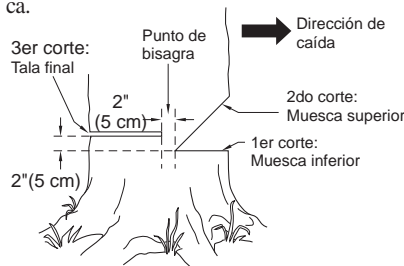

Figura 14 - Tala de un árbol
La preparación correcta de una muesca determinará la dirección en que caerá el árbol. Corte la muesca del lado del árbol correspondiente a la dirección en la cual desea que éste caiga (vea la Figura 14). Siga las instrucciones a continuación para cortar la muesca.
1. Haga el corte inferior de la muesca tan cerca del suelo como sea posible. Sujete la sierra de modo que la barra de guía se encuentre en posición horizontal. Corte a través del tronco del árbol hasta atravesar 1/3 de su diámetro (vea la Figura 14). **Nota:** Haga siempre este corte inferior horizontal en primer lugar. Si la hace en segundo lugar, el árbol puede presionar la cadena o la barra de guía.
Por ejemplo: Si el corte inferior tiene una profundidad de 20 cm, comience el corte superior 20 cm por encima de aquél. Corte en dirección hacia abajo y a un ángulo de 45°. El corte superior de la muesca debe llegar y unirse al punto final del corte inferior (vea la Figura 14).
- Haga el corte de tala final 5 cm por encima del corte inferior de la muesca y sobre el lado opuesto del árbol (vea la Figura 14). Mantenga el corte de tala final paralelo al corte inferior de la muesca.
⚠ ADVERTENCIA: No atraviese el árbol completamente. Deje alrededor de cinco centímetros de diámetro sin cortar, directamente detrás de la muesca (vea la Figura 14). Esta porción sin cortar funciona a manera de bisagra. La bisagra ayuda a evitar que el árbol se tuerza y caiga en la dirección equivocada.